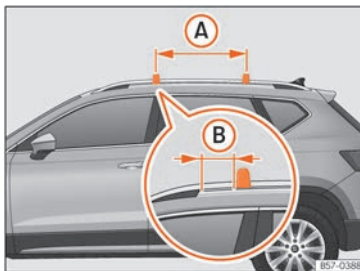

Abb. 139 Befestigungspunkte der Längsträger für den Dachgepäckträger.
Die Querstangen werden an der seitlichen Dachreling angebracht. Der Abstand zwischen den Querstangen »» **Abb. 139** (A) muss zwischen 70 und 90 cm betragen und der Abstand der Querstangen zu den Halterungen der Seitenstangen des Dachs (B) muss 15 cm betragen.